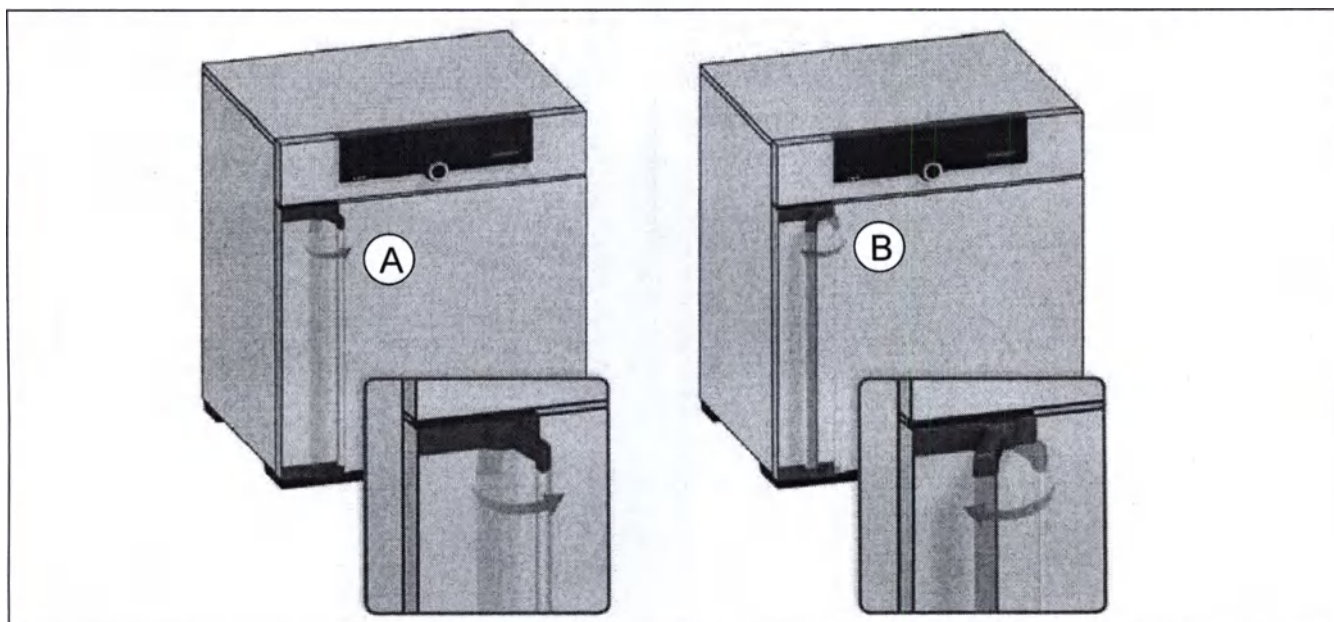

Рис. 14 Открытие и закрытие дверцы
- ▶ Для открытия дверцы потяните ее за ручку в сторону (в зависимости от варианта навешивания дверцы — влево или вправо, Рис. 14, А) и полностью распахните дверцу.